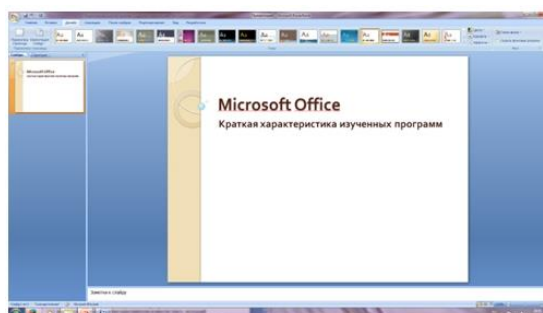

Рис. 2 Выбор цветового оформления слайдов
4. Введите с клавиатуры текст заголовка – *Microsoft Office* и подзаголовок – *Краткая характеристика изученных программ*. Для этого достаточно щелкнуть мышью по местозаполнителю и ввести текст, который автоматически будет оформлен в соответствии с установками выбранного шаблона (рис. 2).